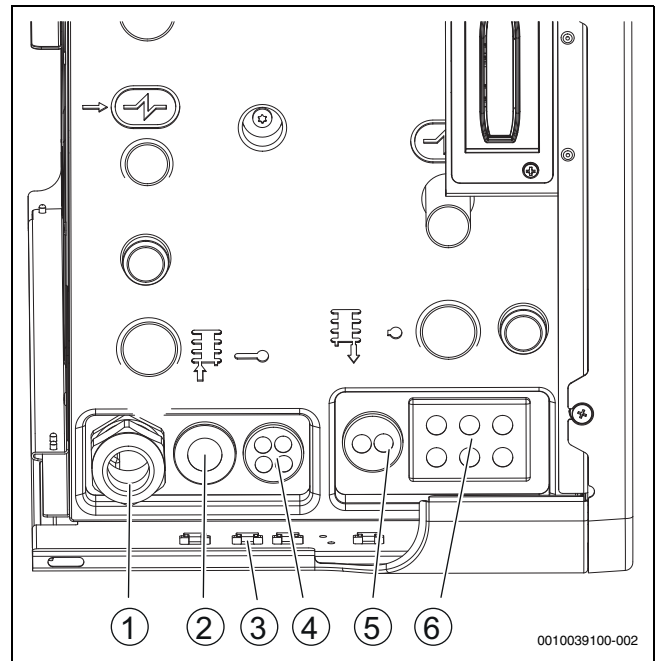

Bild 25 Kabeleinführungen der Inneneinheit
- Nach dem Einführen des Kabels die Kabelverschraubung festziehen (→Abbildung 25 [1]).